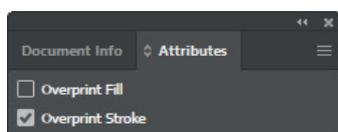

fig.2
5. Establezca el contorno para su sobreimpresión (ver fig. 2).